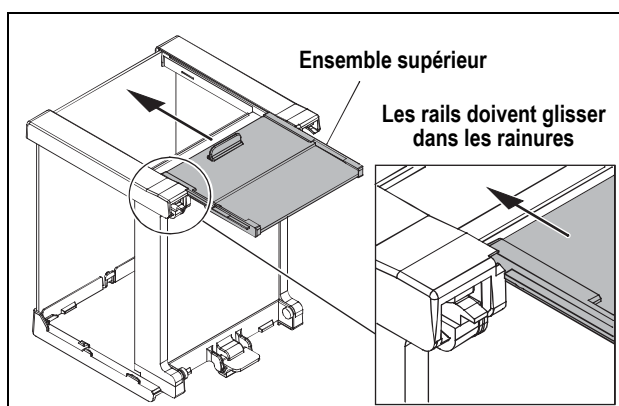

Figure 2-12. Poser le panneau supérieur
9. Faire glisser l'ensemble de porte supérieur, poignée vers l'avant, dans les supports supérieurs, comme illustré à la Figure 2-12. S'assurer que les rails latéraux de l'ensemble supérieur sont dans les rainures des supports supérieurs.